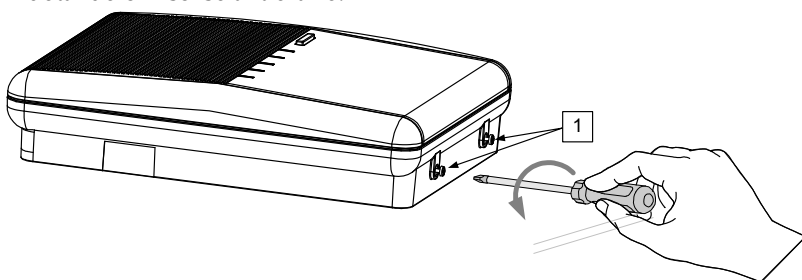

Figura 2: supporto di montaggio
- a. Svitare le viti del supporto di montaggio (1, figura 2) poste sul fondo dell'unità ruotandole in senso antiorario.